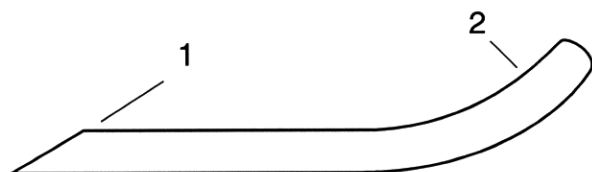

Fig 7—Kniven set fra enden
2. Undersøg alle knivenes skær. Hvis skærene er sløve eller har hak, skal de slibes. Kun den øverste del af skæret skal slibes og den oprindelige vinkel af knivens skær skal opretholdes for at sikre, at kniven bliver skarp (Fig. 7). Kniven vil blive ved med at være afbalanceret, hvis der fjernes samme mængde metal fra begge skær.